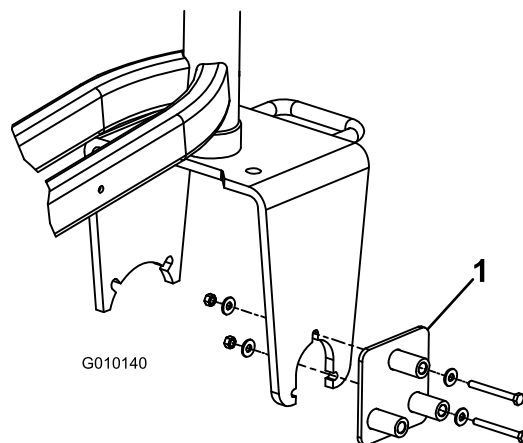

Figure 1
1. Montez le guide de perçage sur le côté gauche de la fourche pivotante au moyen de (2) boulons 5/16 x 3", (4) rondelles 3/8 x 7/8 et écrous. Positionnez les composants comme illustré à la Figure 1.